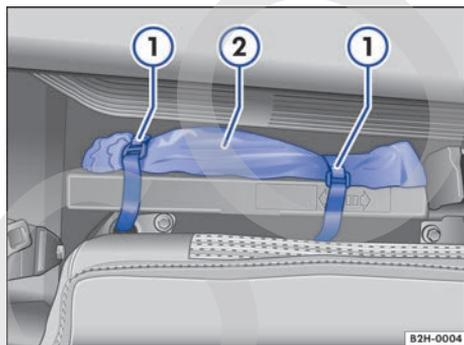

Fig. 150 Detrás del respaldo del asiento trasero (vehículos con cabina doble): herramientas de a bordo ②.
Herramientas de a bordo en una bolsa detrás del respaldo del asiento trasero	– Abata hacia delante el respaldo del asiento trasero ⇒ página 66. – Suelte los cierres de velcro ⇒ fig. 150 ① y retire la bolsa ②.